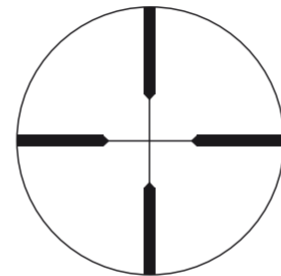
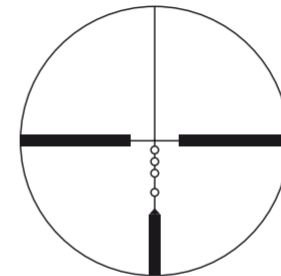
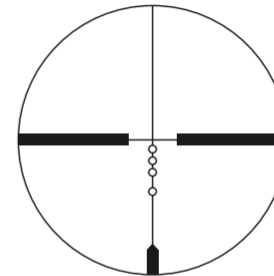
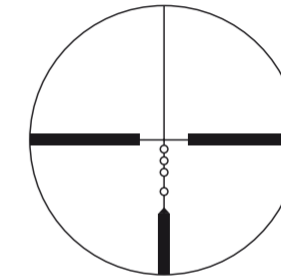

Fig. 3-1
Fig. 3-2
Fig. 3-3
Fig. 3-4
(1) Mise au point
- 1 Regarder dans le viseur en positionnant l'œil à environ 10 cm (4 pouces) de l'objectif du viseur et observer le réticule Nikoplex (Duplex) (Fig. 3-1), le réticule BDC (Fig. 3-2), le réticule BDC 200 (Fig. 3-3), pour le 2-7×32 Shotgun Hunter ou le réticule BDC 150 (Fig. 3-4) pour le 3-9×40 Rimfire selon le produit que vous avez acheté.